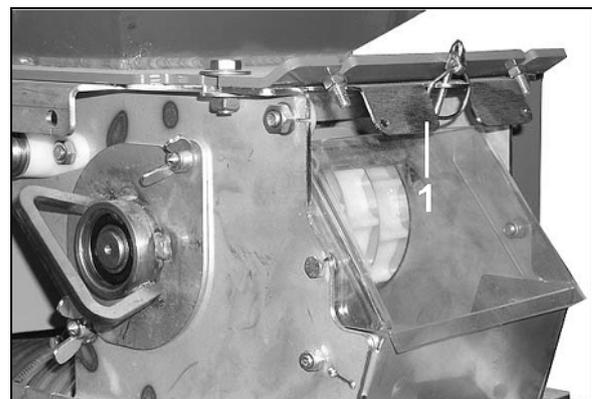

Fig. 122
3. Fermez le clapet (Fig. 122 / 1), s'il faut vider seulement le doseur et pas la trémie de semences (voir en page 79).